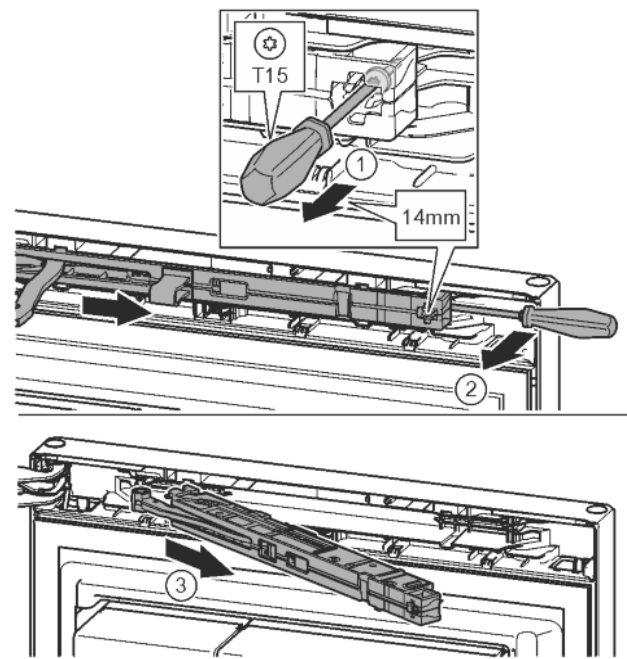

Fig. 12
- ▶ Ослабить винт на узле амортизатора с помощью отвёртки T15 примерно на 14 мм. Fig. 12 (1)
- ▶ Отвёрткой со стороны ручки переместиться за узел амортизатора и повернуть вперед. Fig. 12 (2)
- ▶ Извлечь узел амортизатора. Fig. 12 (3)